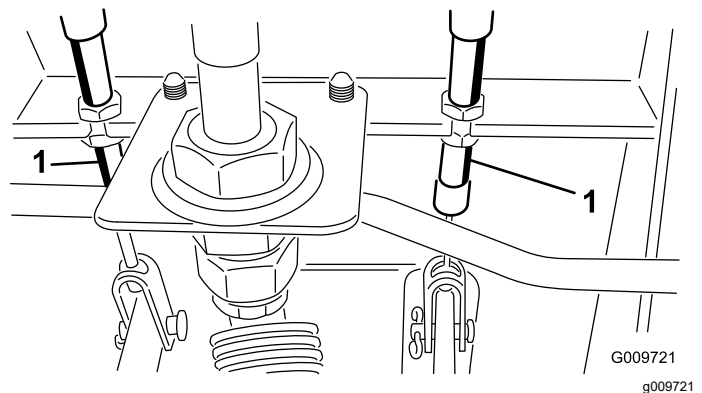

Figure 119
- A. Desserrez l'écrou avant sur l'extrémité filetée du câble de frein (Figure 119).